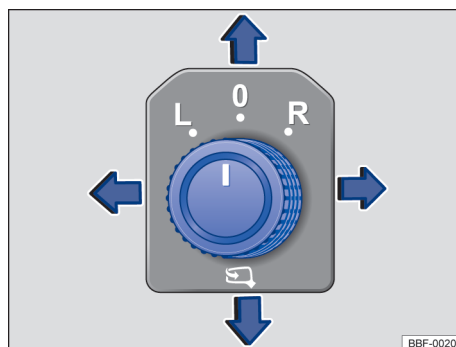

Fig. 79 En la puerta del conductor: mando giratorio de ajuste de los espejos retrovisores eléctricos.
- Girar el mando giratorio en la puerta del conductor hasta el símbolo deseado → fig. 79.